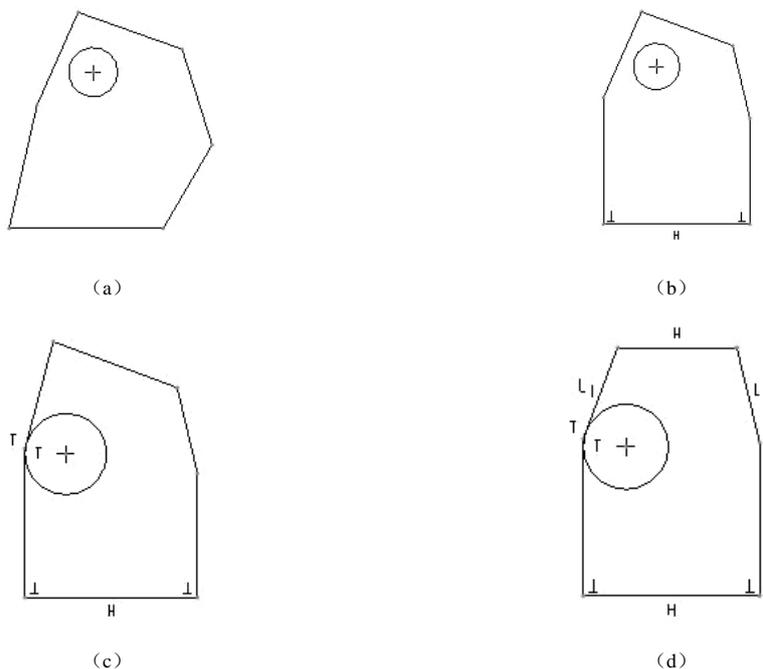

图 2-49 几何约束应用
例 2 将图 2-49 (a) 用约束命令变成图 2-49 (d) 所示。
步骤 1 单击工具栏中的打开按钮 ，打开光盘中文件 chaper2 → “C2_sk9.sec”，如图 2-49 (a) 所示。
(1) 单击草绘命令工具栏中的按钮 ，在弹出的【约束】面板中选取垂直约束按钮 。
(2) 选择底线和左边线，同样选择底线和右边线，结果底线和左、右边线垂直，如图 2-49 (b) 所示。
(1) 在弹出的【约束】面板中单击相切约束按钮 。
(2) 选择圆、左侧垂直边线，然后选择圆和左侧倾斜边线，结果如图 2-49 (c) 所示。
(1) 在【约束】面板中单击水平约束按钮 ，单击草图中的顶部边线使该边线为水平。
(2) 在【约束】面板中单击相等约束按钮 ，单击草图上部左、右两斜边，使之相等。完成后的结果如图 2-49 (d) 所示。